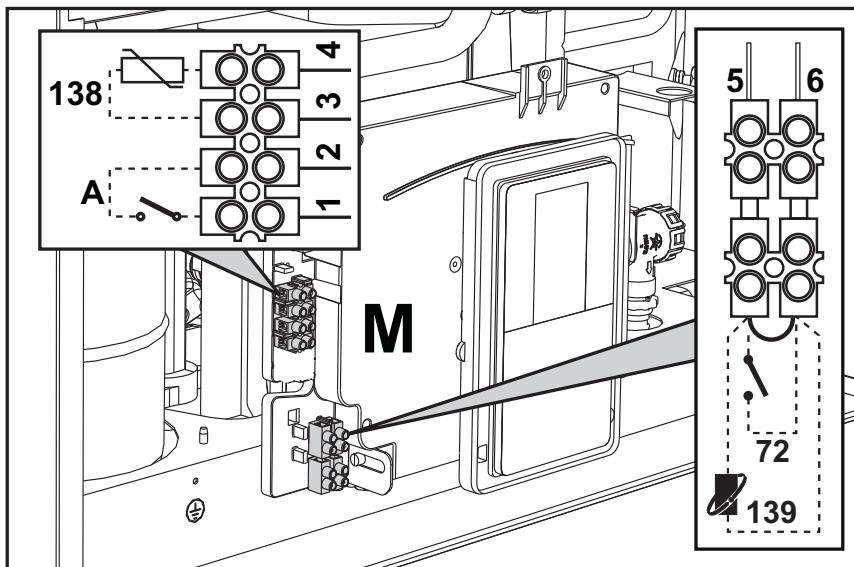

fig. 28
Después de quitar el panel frontal (*** 'Apertura del panel frontal' on page 114 ***) es posible acceder a las borneras (M) y al fusible (F) como se indica a continuación. **Los bornes indicados en la fig. 28 deben tener contactos secos (no 230 V).** La posición de los bornes para las diferentes conexiones también se ilustra en el esquema eléctrico de la fig. 64.
Configuración del interruptor ON/OFF (A fig. 28)